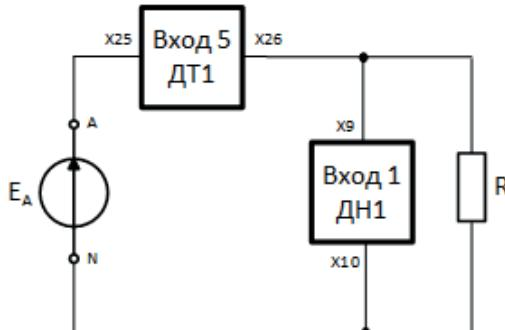

Рис. 9
3.2. Собрать электрическую цепь для исследования цепи переменного тока, содержащей только активное сопротивление R (рис. 9). Для измерения тока использовать вход 5 модуля ввода-вывода (гнезда X25 и X26). Для
Остановить программу, нажатием кнопки «Стоп». Запустить программу NI Max (рис.9). Выбрать вкладку NI-DA Qmx и открыть программу Voltage_Current. Зарисовать осциллографы напряжения и тока. На осциллографах показать сдвиг по фазе между напряжением и током в данной цепи. Остановить программу, нажатием кнопки «Стоп».